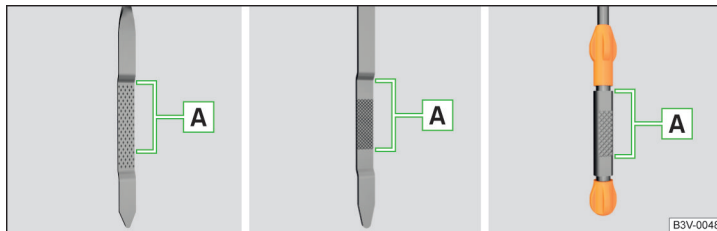

Abb. 308 Ölmesstabvarianten
Der Ölstand muss im Bereich **A** liegen » Abb. 308. Liegt der Ölstand unterhalb des Bereichs **A**, das Öl nachfüllen.
- Der Ölstand darf keinesfalls außerhalb des Bereichs **A** liegen » Abb. 308 - anderenfalls besteht die Gefahr der Beschädigung des Motors sowie der Abgasanlage.